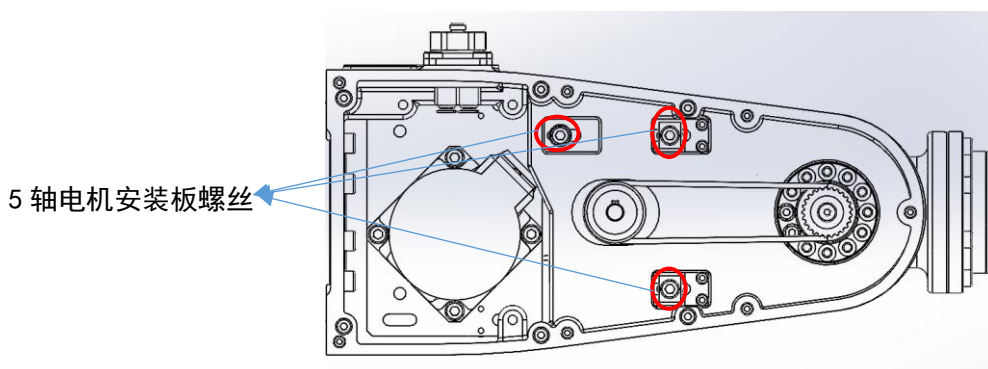
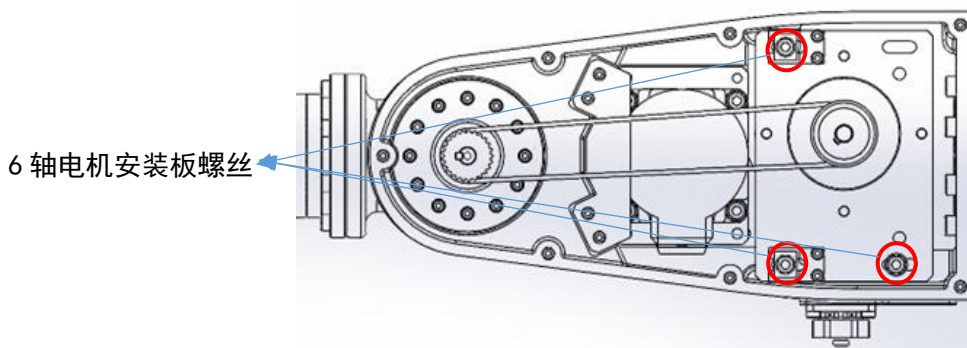

图 6.6 5 轴同步带电机安装板螺丝位置示意图
图 6.7 6 轴同步带电机安装板螺丝位置示意图
2. 拆卸 5（6）轴盖板后将 5（6）轴电机安装板螺丝（见图 6.6 与图 6.7）拧松，然后将电机向齿轮方向慢慢移动，待同步带松后，取出同步带。